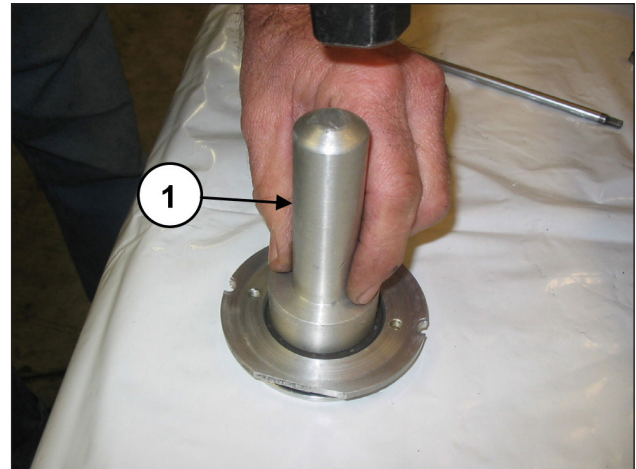

Abb. 157
Montieren Sie den Ölabbstreifring mithilfe eines Dorns Art. 27910900 in seinen Deckel (Pos. ①, Abb. 157).